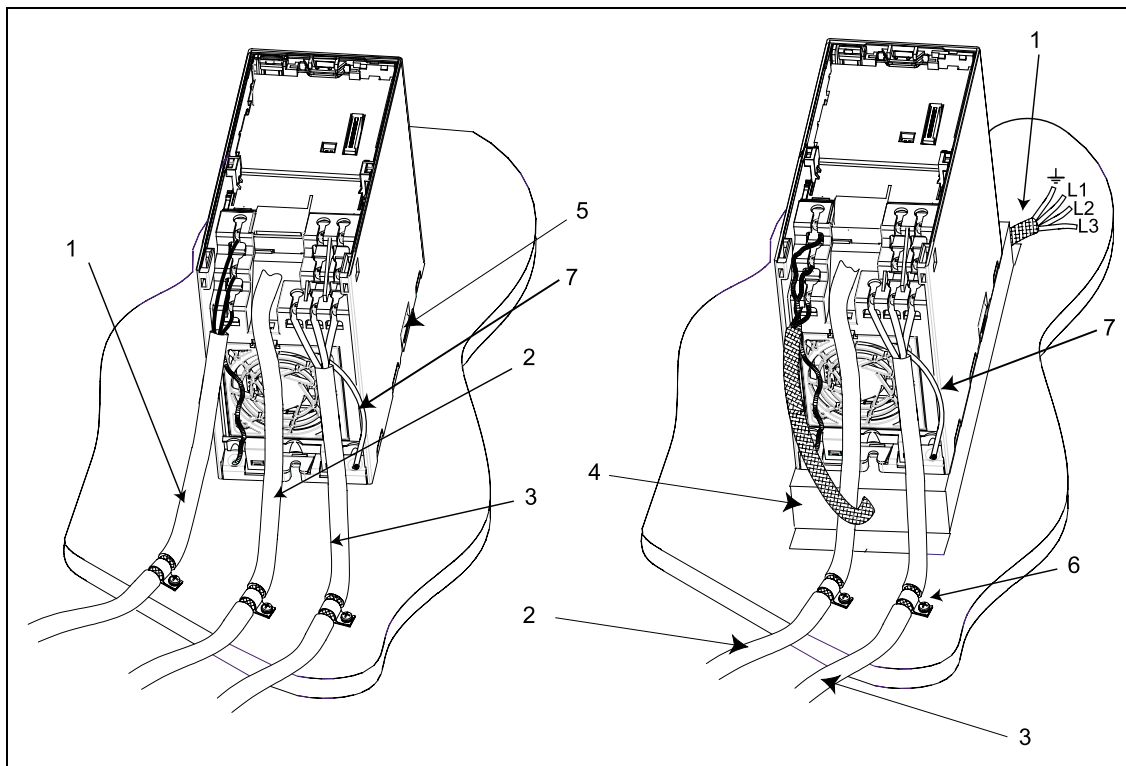

Figura 2-4 Directrices de cableado para minimizar los efectos de interferencias electromagnéticas
Si no se dispone de placa de prensaestopas, entonces se puede apantallar el convertidor mediante el método mostrado en la Figura 2-4.
- Para aumentar el apantallamiento de los cables al motor y de los cables de mando puede utilizarse la placa de prensaestopas opcional (no mostrada en la Figura 2-4).